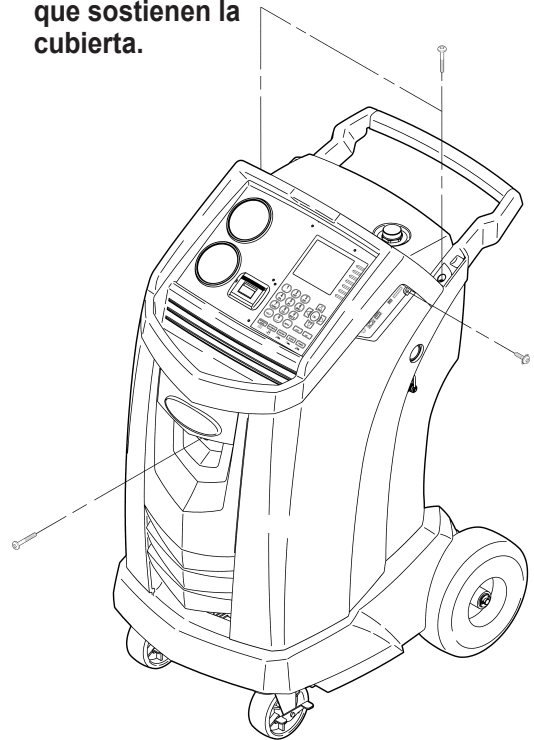

Figura 21
2. Retire la botella de aceite y los cuatro tornillos que sujetan la cubierta. Vea la Figura 21. Sostenga la cubierta en la parte posterior de la máquina.